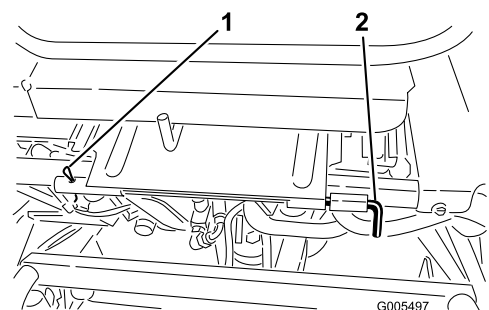

Figure 25
- Abaissez le siège et retirez la goupille cylindrique qui fixe la tige de pivot du siège au cadre (Figure 25).